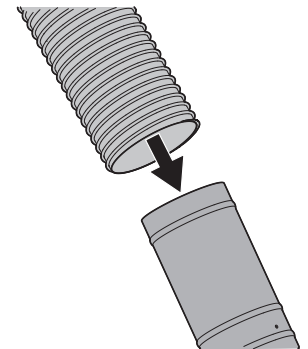

Figura 27
2. Ahora que se puede mover el tubo del canal de descarga para atrás y para adelante, deslícelo sobre el codo del canal montado sobre la plataforma de corte, como se indica en la Figura 27.